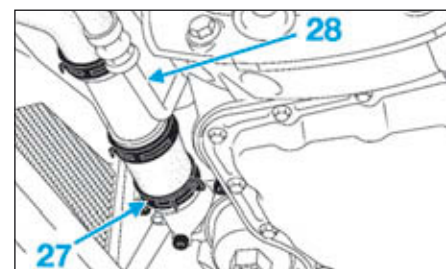

FIG.14
- Ecarter le collier (27) (Fig.14) de la durite de sortie du boîtier du filtre à huile à l'aide d'une pince.
- Ecarter le tuyau (28) de direction assistée.